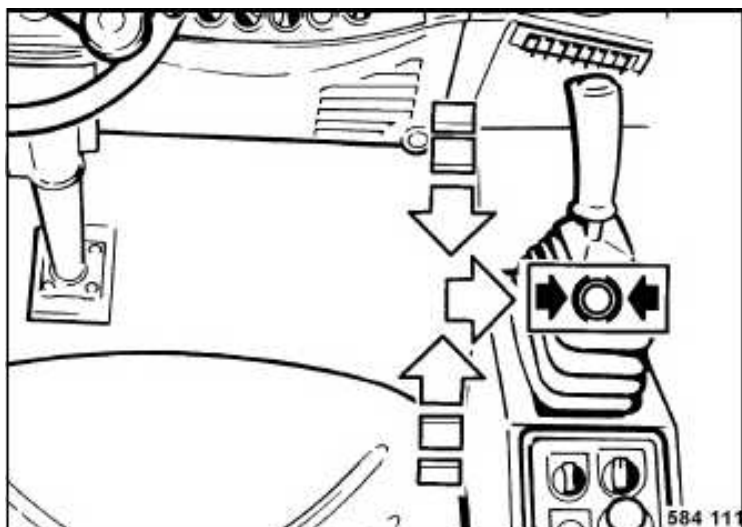

Fig. 56
- Colocar la palanca de marcha (Fig. 56) poco a poco en posición "Neutral" y encajarla hacia la derecha en posición de frenado.